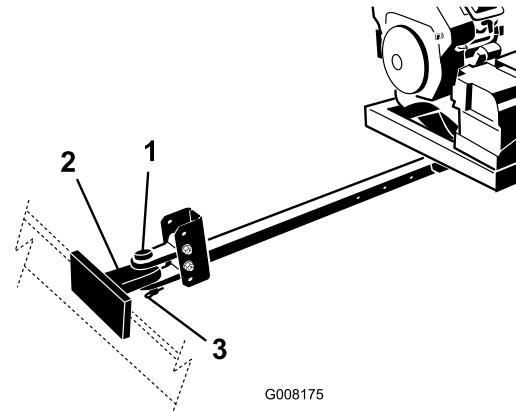

Figura 6
4. Conecte la horquilla de enganche del soplador al enganche del vehículo de remolcado con un pasador de enganche y un pasador de seguridad (Figura 6).